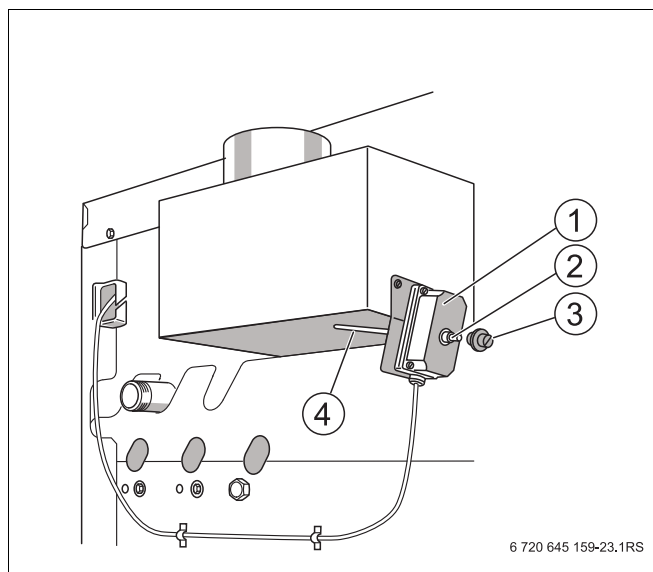

Рис. 34 Проверка системы контроля дымовых газов AW 10
- Снять систему контроля дымовых газов (Рис. 34, **поз. 1**) с прерывателя тяги.
- При работающей горелке удерживать датчик температуры (Рис. 34, **поз. 4**) в середине потока дымовых газов.
- Вновь установить систему контроля дымовых газов (Рис. 34, **поз. 1**).
- Примерно через 2 минуты снять защитный колпачок (Рис. 34, **поз. 3**) и нажать на разблокировочный штифт (Рис. 34, **поз. 2**).